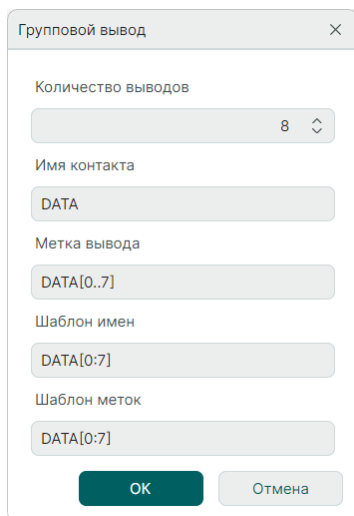

Рис. 263 Окно «Групповой вывод»
2. Настройте параметры размещаемого группового вывода, см. Рис. 263.